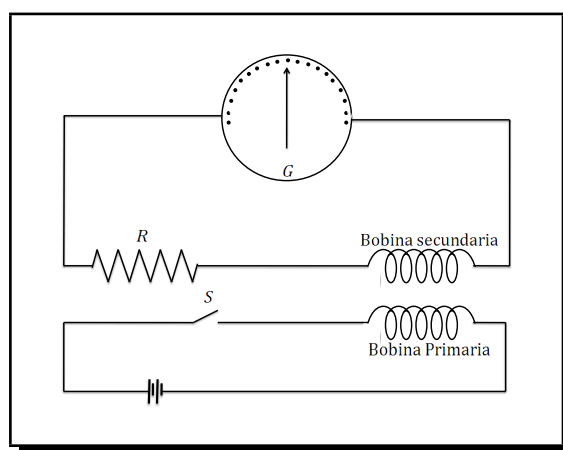

Figura 3.24: Inducción de una fem en una bobina secundaria.
- 5 Colocar la bobina primaria (la más delgada) dentro de la secundaria (la más gruesa) y conectar a la bobina primaria, a la fuente de Corriente Continua (CC) colocando el interruptor  $S$  en serie, Figura 3.24.